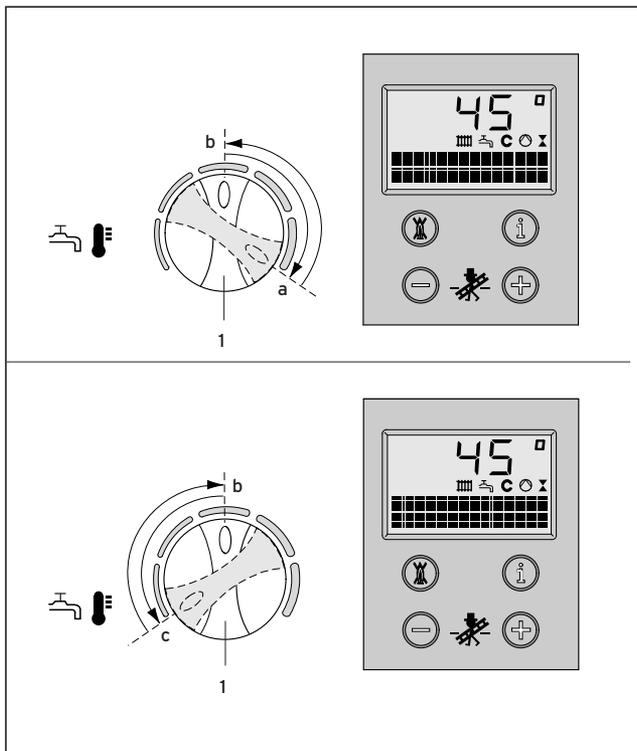

Abb. 3.8 Aqua-Comfort-System ein- und ausschalten
3.3.2 Aqua-Comfort-System plus ein- und ausschalten (Abb. 3.8)
- Das Aqua-Comfort-System plus wird aktiviert, indem Sie den Drehknopf (1) kurz bis zum Anschlag (Einstellung a) nach rechts drehen (Abb. 3.8). Anschließend wählen Sie die gewünschte Temperatur, z. B. Einstellung b. Dabei entspricht: